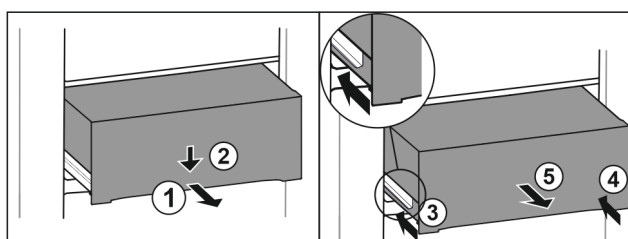

Fig. 157
- Lade er half uittrekken. Fig. 157 (1)
- Schuiflade aan de voorzijde omlaag drukken. Fig. 157 (2)
- Linker rail ca. 2 cm inschuiven. Fig. 157 (3)
- Rechter rail ca. 2 cm inschuiven. Fig. 157 (4)
- Lade naar voren toe verwijderen. Fig. 157 (5)